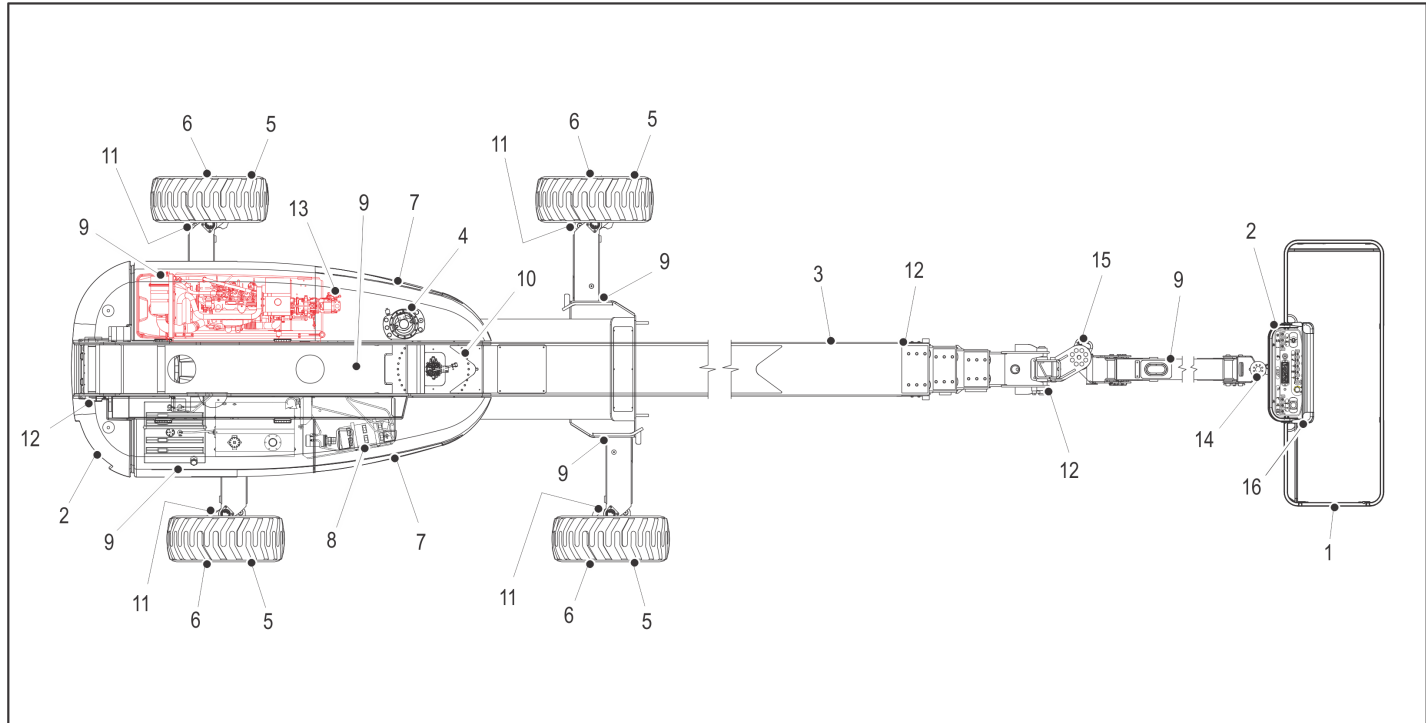

Figura 2-2. Inspección visual diaria – Hoja 1 de 3
5. **“Inspección visual”** — Consultar la Figura 2-2. y la Figura 2-3.